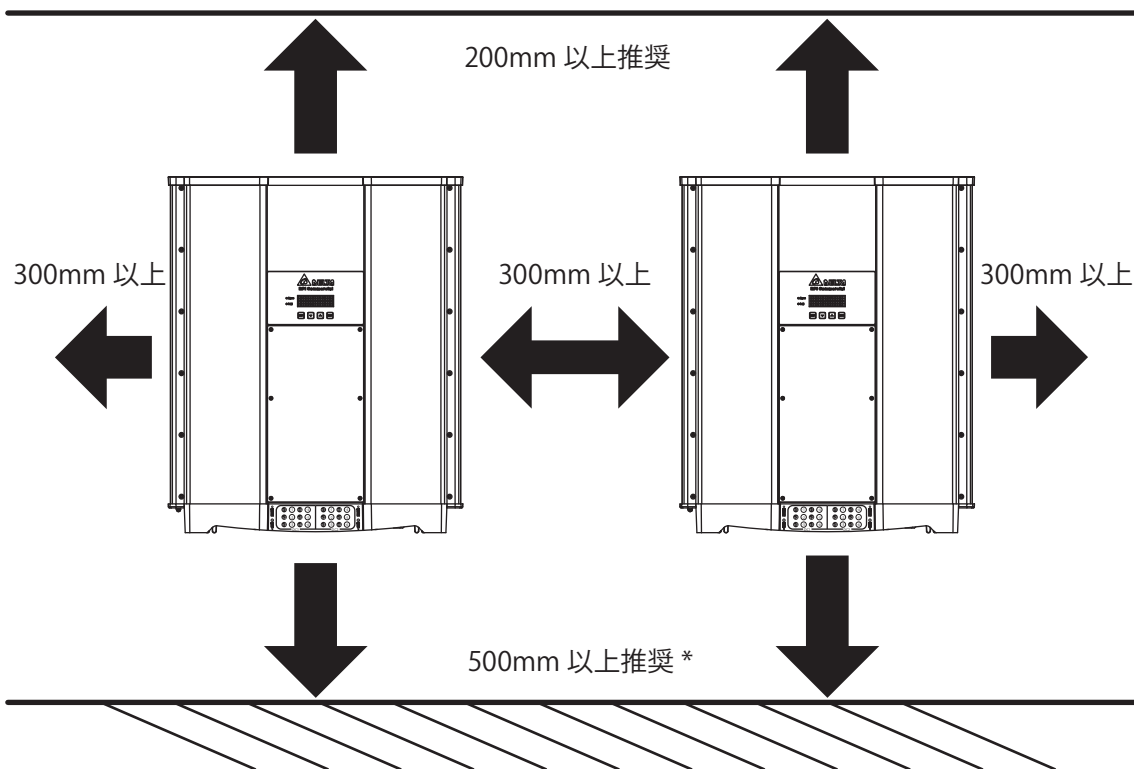

図 4-3 パワーコンディショナ設置の離隔距離
- 本製品の運転時には周囲に適切な空間が必要です。図 4-3 を参照してください。